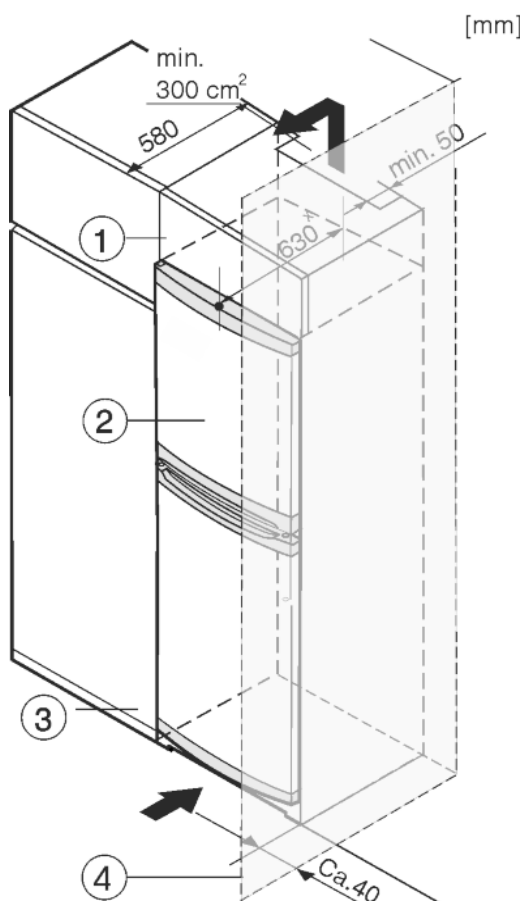

Fig. 8
- (1) Nástavbová skříň
- (2) Spotřebič
- (3) Kuchyňská skříň
- (4) Stěna
Spotřebič lze zabudovat do kuchyňských skříní. K vyrovnání spotřebiče Fig. 8 (2) na výšku kuchyňské linky lze na přístroj nasadit nástavec Fig. 8 (1).
Při montáži do kuchyňských skříní (hloubka max. 580 mm) lze přístroj instalovat hned vedle kuchyňské skříně Fig. 8 (3). Přístroj přesahuje přední stěnu kuchyňské skříně na stranách o 34 mm * a uprostřed o 50 mm *.
Když se přístroj instaluje závěsy vedle stěny Fig. 8 (4), musí být vzdálenost přístroje od stěny alespoň 40 mm. To odpovídá přesahu madla při otevřených dveřích.